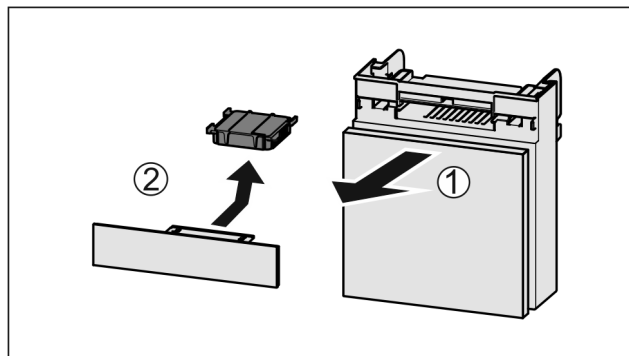

Fig. 156
- ▶ Вытянуть Fig. 156 (1) отделение движением вперед.
- ▶ Извлечение Fig. 156 (2) фильтра с активированным углем.